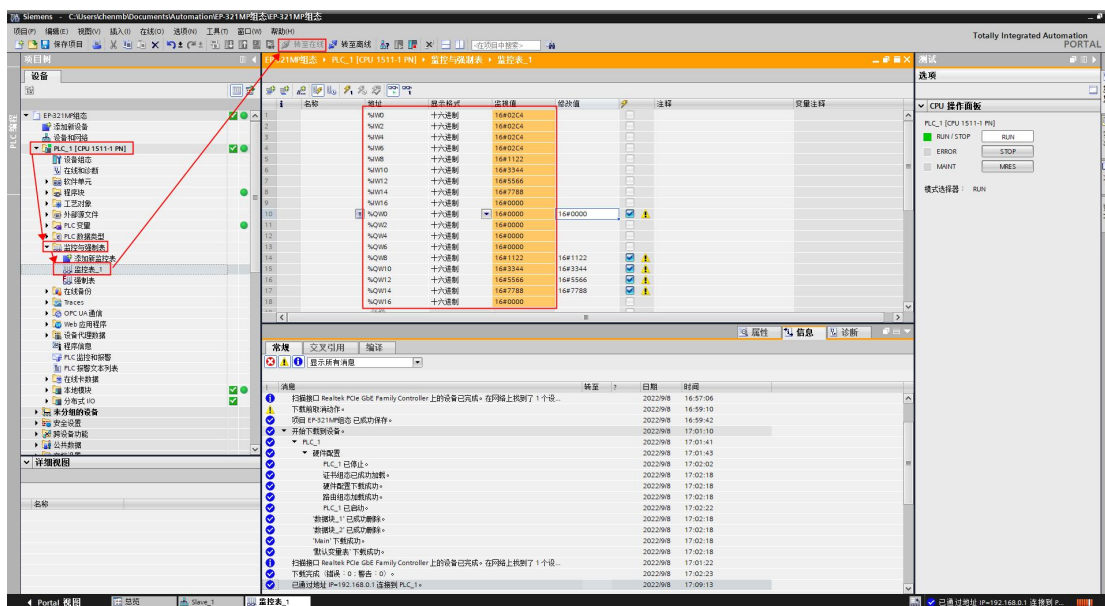

图 17 监控数据
17. PLC 与设备建立连接后，可双击左侧“PLC_1[CPU1511-1PN]>监控与强制表>监控表_1，并点击上方“转至在线”，添加需要监控的数据地址，监控详细数据信息，如图 17 所示：